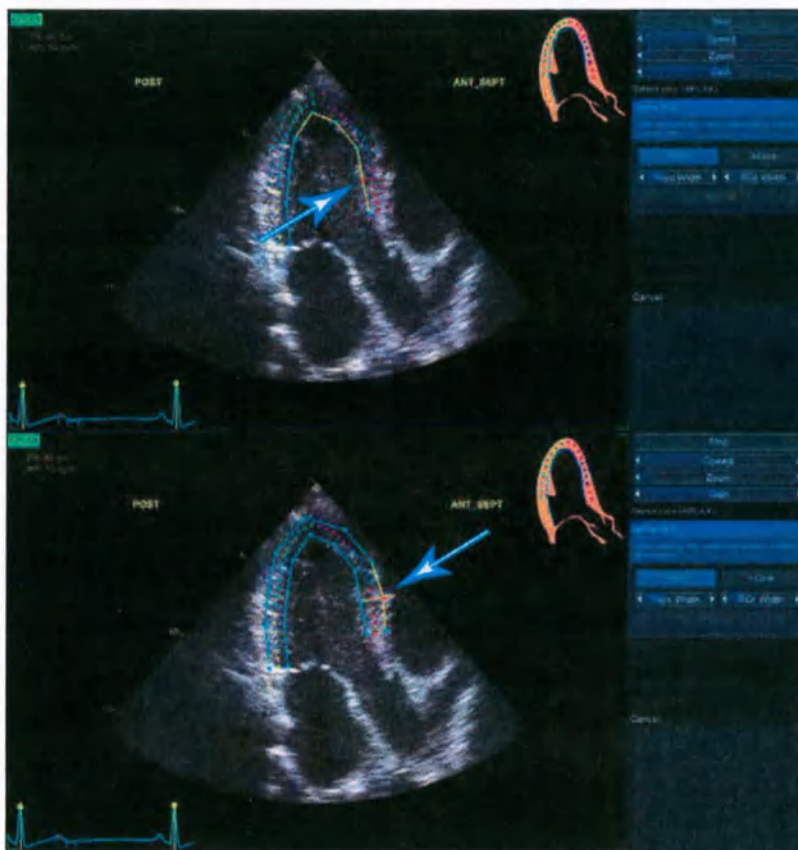

Рис. 7-18. Опции редактирования ИО
- Нажмите и перетащите (или нажмите, переместите мышь и отпустите кнопку) эндокардиальную часть ИО. Редактирование эндокарда изменяет всю ИО (Рис. 7-18, верхняя часть).
- Нажмите и перетащите (или нажмите, переместите мышь и отпустите кнопку) точки привязки в эпикардиальной ИО (высвечиваются красным при наведении курсора мыши). Редактирование эпикарда изменяет только эпикардиальную часть (Рис. 7-18, нижняя часть).